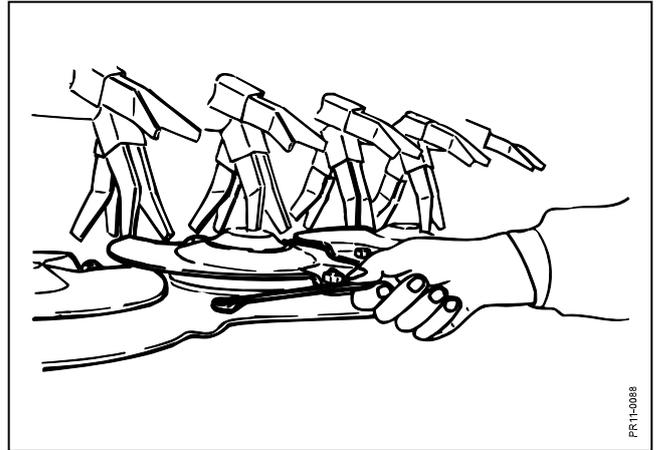

Fig. 5-5
- Fig. 5-5** Bolzen am Steinschutz und an der Gegenschneide vorne am Mähbalken regelmäßig kontrollieren.